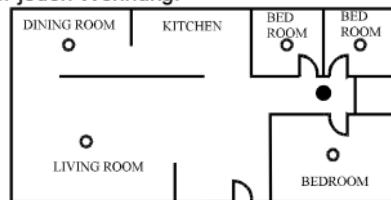
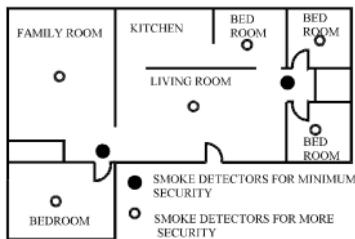

Abbildung 1: Standorte zur Anbringung von Rauch- und Hitzemeldern in Einfamilienwohnungen oder -Häusern mit nur einem Schlafbereich
Abbildung 2: Standorte zur Anbringung von Rauch- und Hitzemeldern für einstöckige Wohnungen mit mehr als einem Schlafbereich
- ◆ Installieren Sie einen Rauch- und Hitzemelder im Flur außerhalb eines jeden separaten Schlafbereichs, wie in Abbildung 1 dargestellt. Zwei Detektoren sind erforderlich in Häusern mit zwei Bereichen mit Schlafzimmern, wie in Abbildung 2 gezeigt.